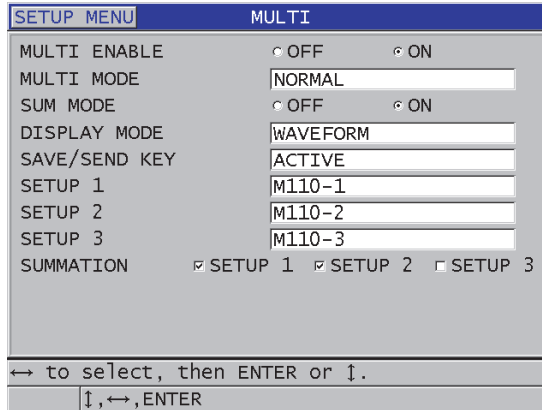

Figura 7-7 Configuración de los parámetros de medición múltiple en el modo normal
5. En la pantalla **MULTI** (ver Figura 7-7 en la página 125):
- a) Ajuste el parámetro **HABILITAR MULTI** (MULTI ENABLE) a **ACTIVADO** (ON).